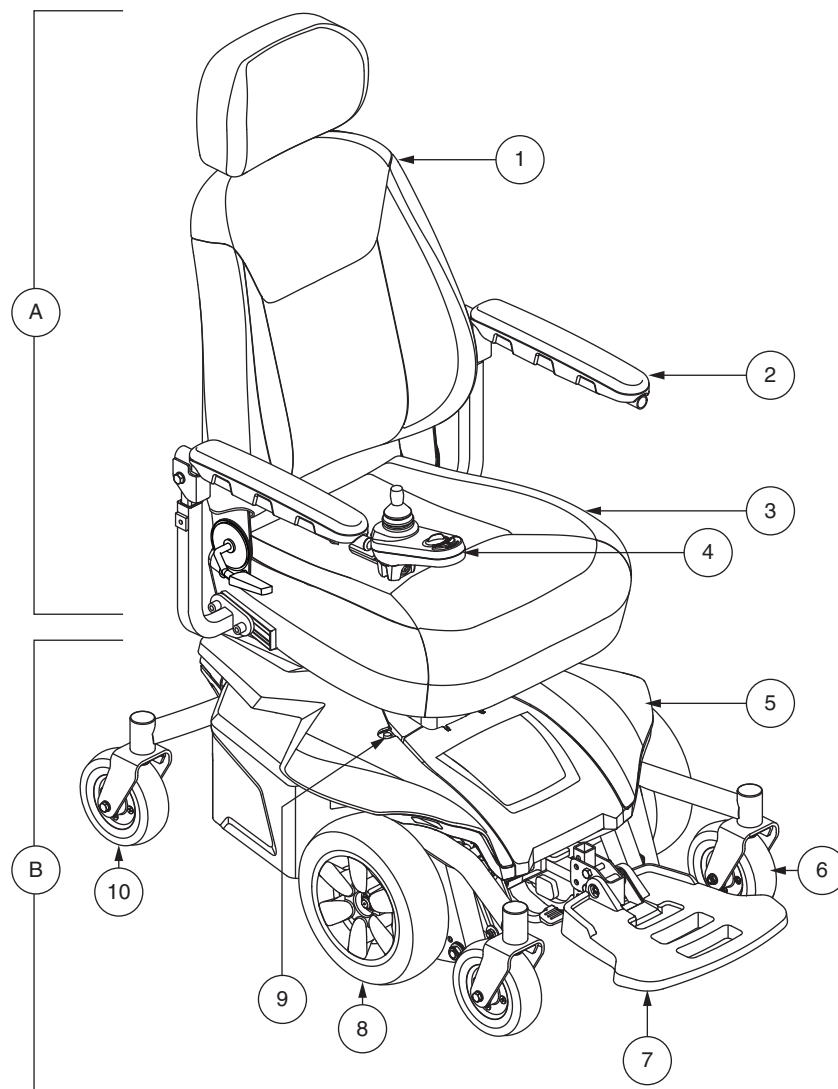

Figure 1. Le Jazzy® Select 6 2.0
Votre fauteuil possède deux composantes principales: le module de siège (A) et la base motorisée (B). **Voir la figure 1.** Typiquement, le module de siège est composé des accoudoirs, du dossier et de la base du siège. La base motorisée un ensemble moteur/freins double, deux roues motrice, quatre roues articulée, deux batteries et les composantes électroniques. **Voir les figures 1, 2, et 3.**